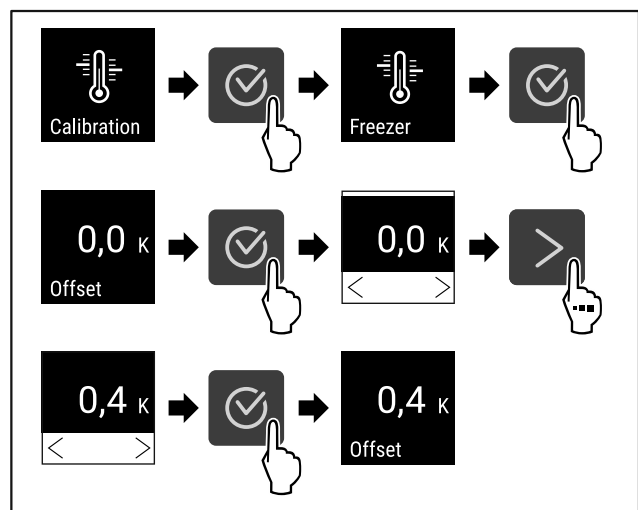

Fig. 95
- ▶ Провести етапи операцій (див. Fig. 95).